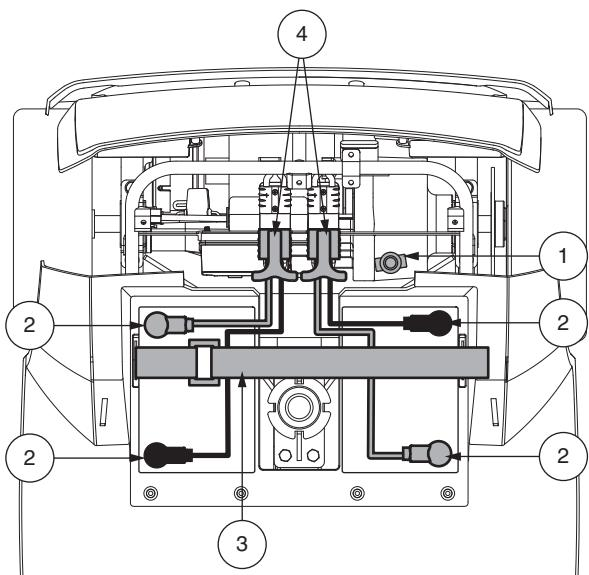

Abb. 9. Batterie Ausbau/Einbau Batteriepole und Verabelung
2. Lösen Sie den Haltegurt der Batterie. Siehe Abb. 9.
3. Trennen Sie die Batteriekabelbäume, indem Sie am T-förmigen Griff an den Batteriekabelbaumsteckern ziehen und sie gerade nach oben ziehen.. Siehe Abb. 9.
6. Legen Sie eine neue Batterie in jedes Batteriefach. Sind die Batterieklemmen jeder Batterie gegenüber und zu den Außenseiten des Elektromobils gerichtet. Siehe Abb. 9.